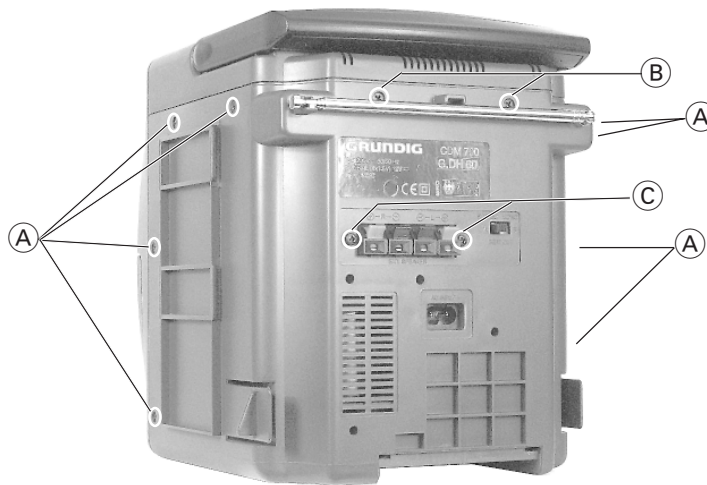

Fig. 1
- 8 Schrauben **A** herausdrehen (Fig. 1).
- 2 Schrauben **B** und 2 Schrauben **C** herausdrehen (Fig. 1).
- Undo 8 screws **A** (Fig. 1).
- Undo 2 screws **B** and 2 screws **C** (Fig. 1).